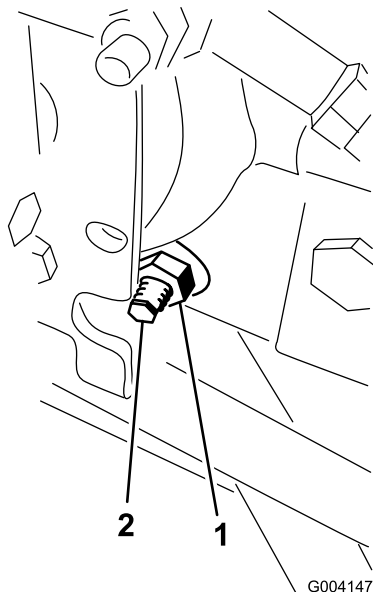

Figura 90
3. Dal lato destro dell'idrostatato, allentate il dado di bloccaggio sulla camma di regolazione della trazione (Figura 90).